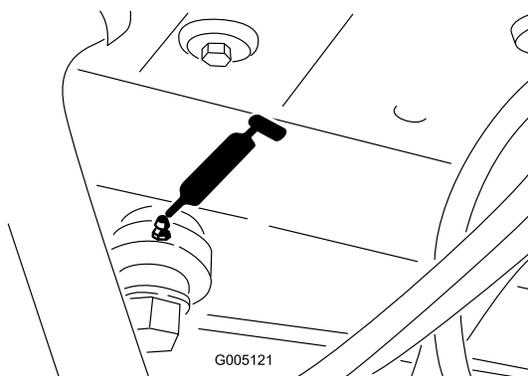

Figura 33
- Terminal do cilindro de direção (Figura 33)